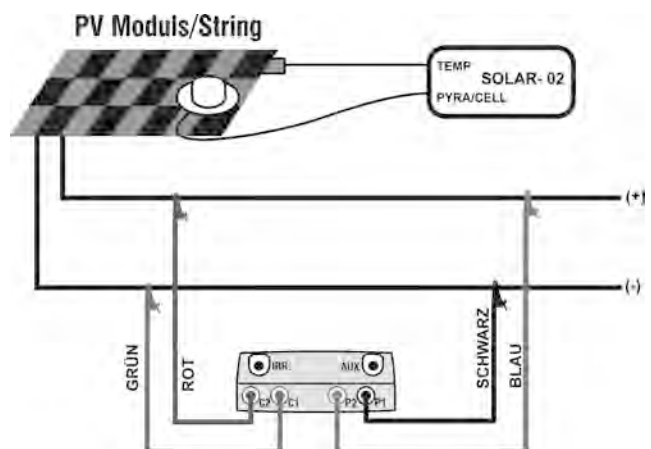

Abb.9: Anschluss des Messgerätes und SOLAR-02 an den String
23. Wie in Abb. 9 illustriert, schließen Sie das Messgerät an das PV Modul oder an den String an. Beachten Sie, dass der Minuspol des PV Moduls oder des Strings an den P1, C1 Messgeräte-Eingängen und deren Pluspol an den P2, C2 Eingängen angeschlossen werden muss. Im aktivierten **Auto** Modus wird das optionale Zubehör **KITKELVIN** empfohlen